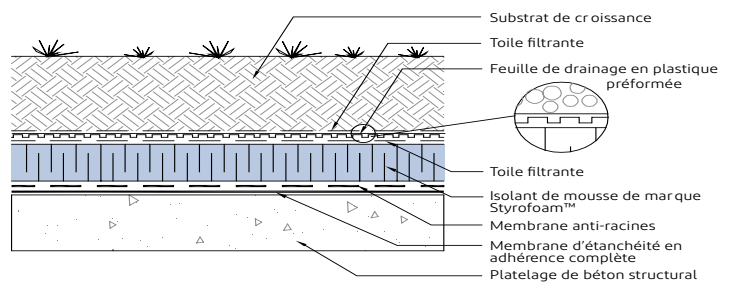

Figure 6: Option 1 - Option 2 - Couche de drainage constituée d'une feuille de drainage en plastique préformée*
- Feuille de drainage en plastique préformée, alvéolée de 3/8 po à 1/2 po (12 mm à 12,7 mm). Si possible, spécifier un produit qui réduit au minimum le contact avec l'isolant (p. ex., placer le côté alvéolé vers le bas) (Figure 6)